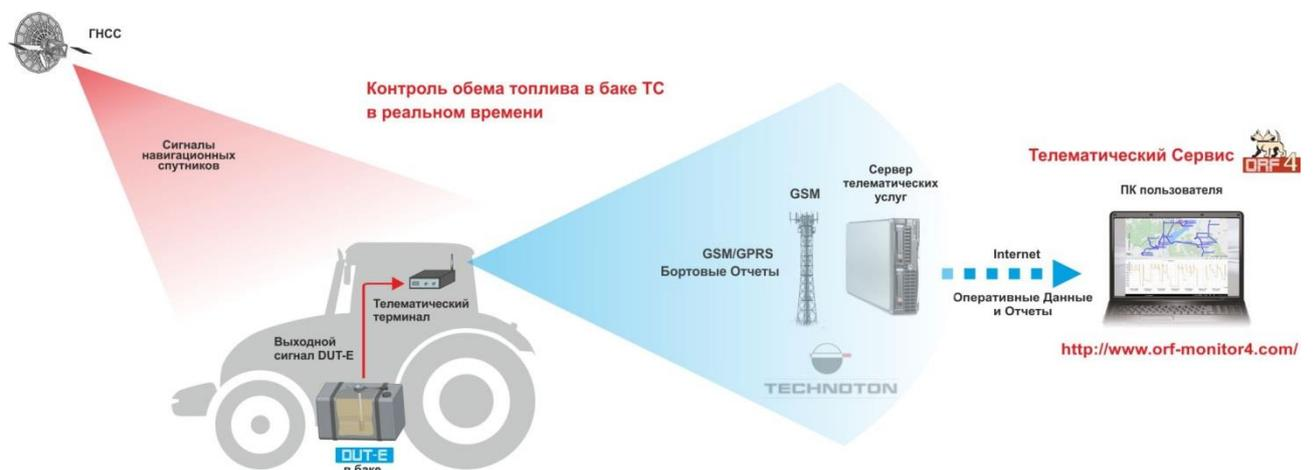

Рисунок 3 — Применение DUT-E в Телематической системе
1) Применение DUT-E как дополнительных бортовых датчиков в составе Телематических систем (см. рисунок 3), либо как замена штатных датчиков указателя уровня топлива ТС.